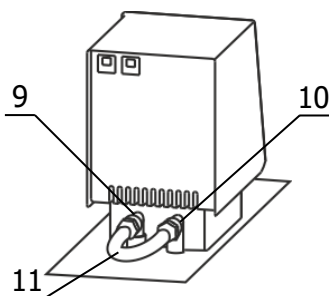

Рисунок 4 — Установка перемычки
2.2.6 Для работы термостата без внешнего потребителя соединить входной 9 и выходной 10 штуцера насоса блока регулирования шлангом-перемычкой 11 из комплекта поставки термостата (рисунок 4). Закрепить перемычку на штуцерах, используя хомуты из комплекта поставки термостата.